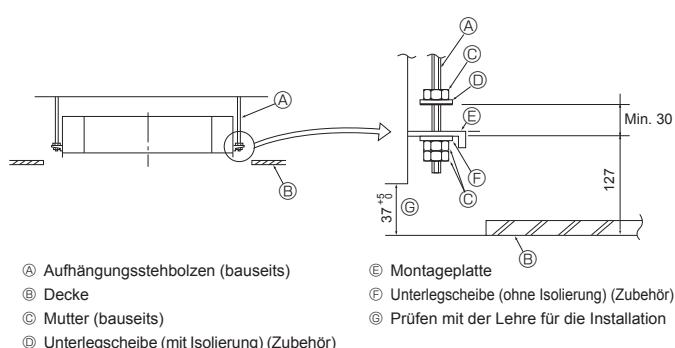

Fig. 4-5
4.5. Verfahren zur Geräteaufhängung (Fig. 4-5)